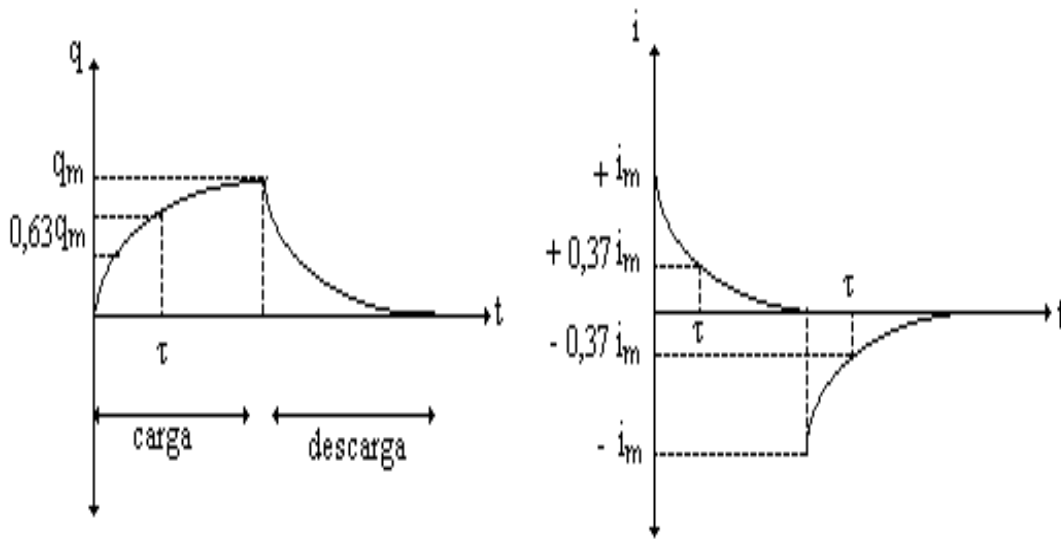

Figura 2. Dependencia exponencial con el tiempo de la carga q y la corriente i en un circuito serie RC.
La corriente en el proceso de descarga circula en dirección opuesta a la del proceso de carga, eso explica el signo menos en la ecuación (6). La evolución en el tiempo en el proceso de carga, ecuaciones (2) y (2'), y de descarga, ecuaciones (5) y (6) está representada en la figura 2: